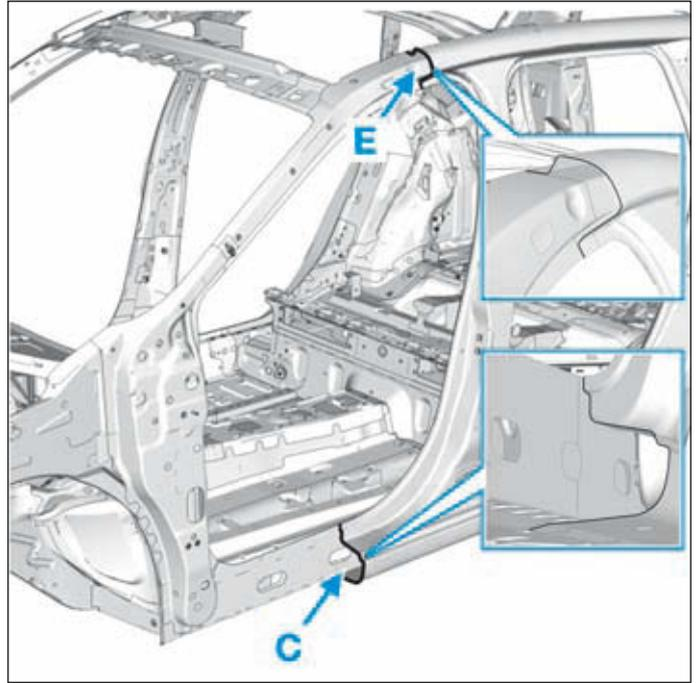

FIG.63
- Tenir compte du détail de coupe (Fig.63).